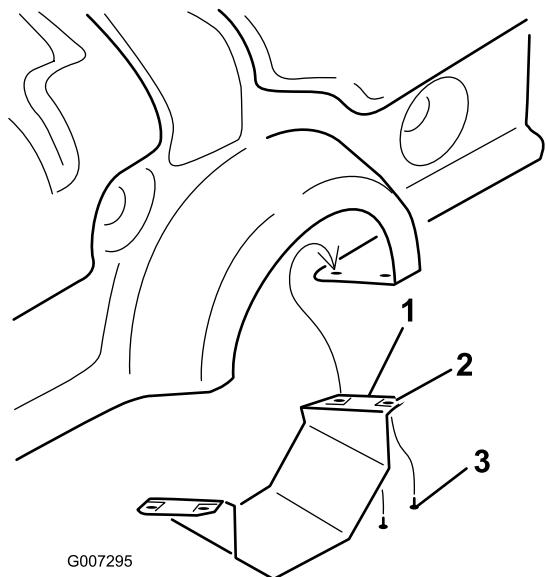

Figura 7
1. Únicamente en el ProCore 864, retire el protector inferior de la toma de fuerza (Figura 7).